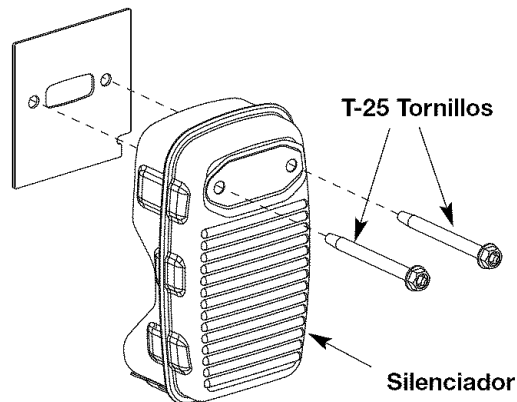

Fig. 27
2. Con un destornillador de vástago plano o broca Torx T25, saque los 2 tornillos que conecta silenciador al motor (Fig. 27).